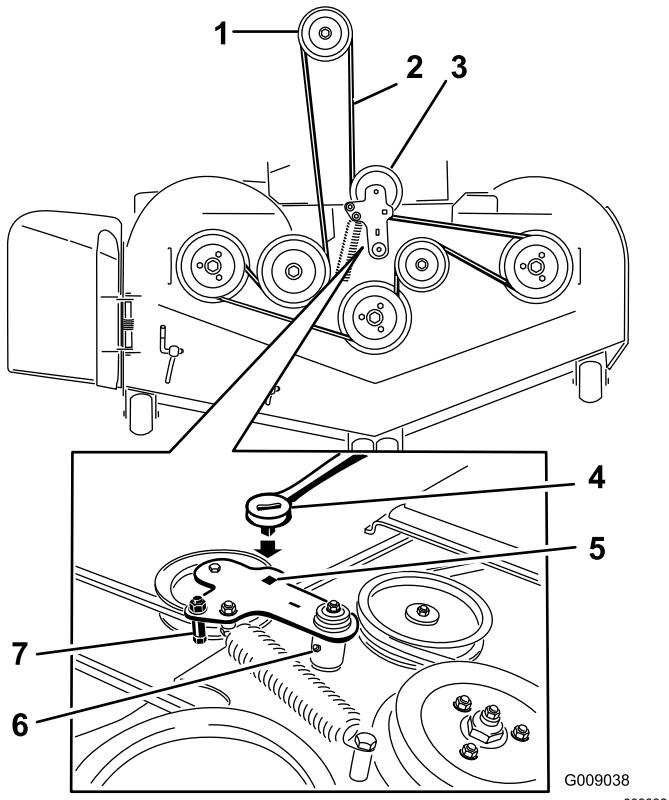

Figura 98
- Levante la chapa de suelo e introduzca una llave dinamométrica en el taladro cuadrado del brazo tensor de la carcasa (Figura 98).
- Gire cuidadosamente el brazo tensor de la carcasa en sentido horario y retire la correa del cortacésped (Figura 98).